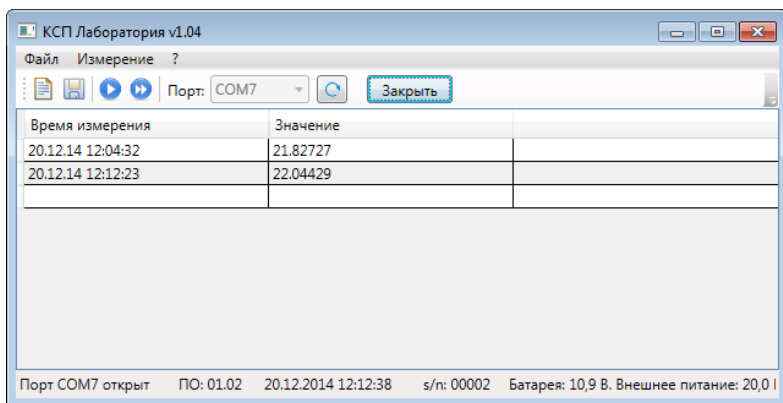

Рисунок 2
3.3.7. После запуска приложения появляется окно (рисунок 2), где следует выбрать в выпадающем меню «Порт» номер COM порта в соответствии с пунктом 3.3.6 и нажать кнопку «Открыть».